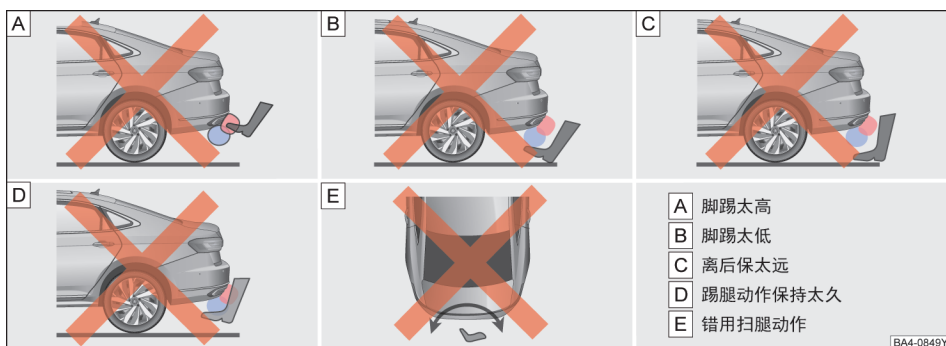

图 61 脚踢激活感应式行李厢盖开启的错误动作示范
- 脚踢太高、太低或是离后保太远→图 61 A、B、C
- 踢腿动作在后保下保持太久（超过 1 秒）→图 61 D
- 使用错误的踢腿动作（比如：来回扫腿）→图 61 E